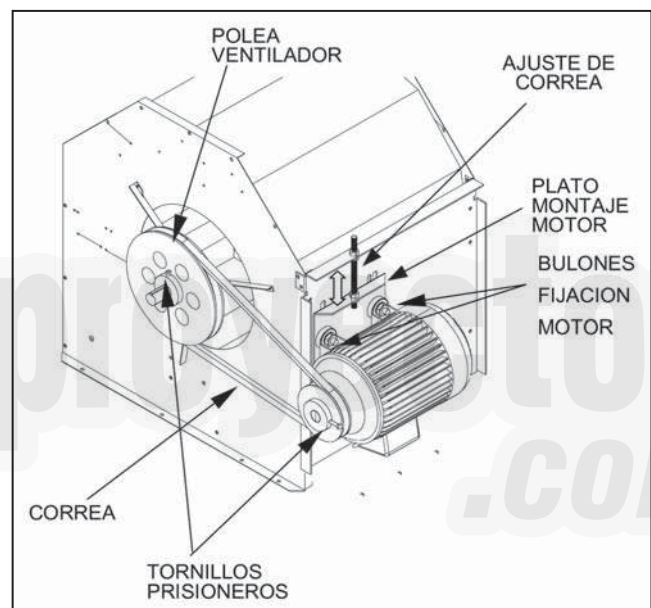

Fig. 12 - Ajuste de la Correa del motor ventilador
- Desplace el plato de montaje del motor hacia abajo a fin de lograr la tensión adecuada de la correa. Vea la Fig. 12.
- Aflove la correa sacando las tuercas del plato del motor del ventilador. (vea la Fig. 12).
- Aflove los tornillos prisioneros de la polea del ventilador (Fig. 12).